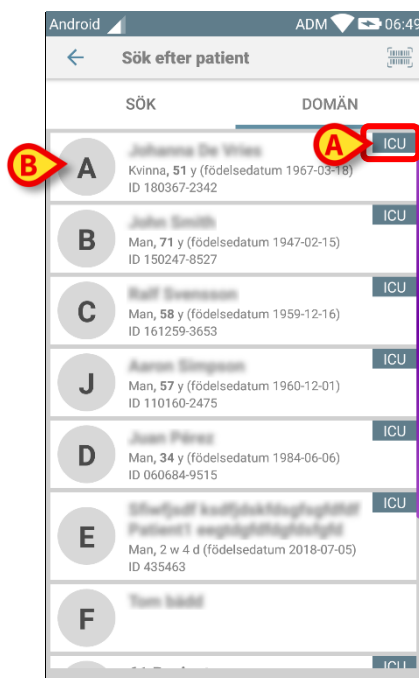
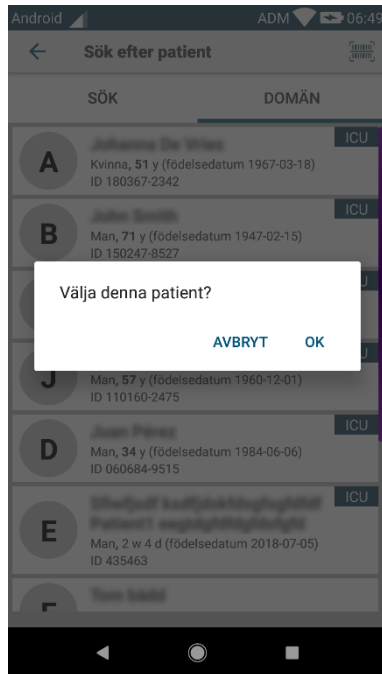

Fig. 40
Fig. 41
- Tryck på fliken "DOMAIN". Följande fönster ska visas (Fig. 40)
I Fig. 40 denna listas alla patienter, utan hänsyn till domänen. Etiketten längst upp till höger på varje platta markerar patientens domän (Fig. 40 **A**).
- Tryck på plattan som anges i Fig. 40 **B**. Användarbekräftelse krävs (Fig. 41).